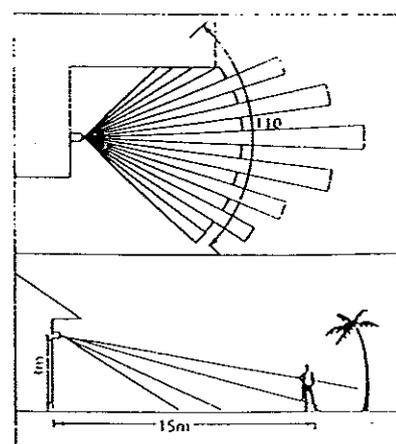

Fig. 8
- Angle d'ouverture : 110° (voir figure 8)
- Distance de détection : 15 m max. avec détecteur placé à 3 mètres de haut (voir figure 8)